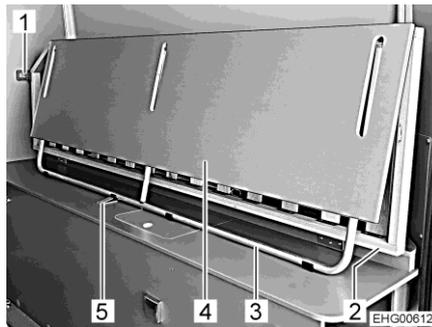

Fig. 45 Rete del letto, alzata (posizione di trasporto)
- Staccare la rete del letto (Fig. 45,2) con la sezione intermedia (Fig. 45,4) dal supporto telaio (Fig. 45,5 e Fig. 46,1) e dal supporto a parete (Fig. 45,1 e Fig. 47,1) e ribaltarla.
- Ribaltare verso il basso i telai (Fig. 45,3 e Fig. 48,1).
- Posizionare la sezione intermedia (Fig. 45,4 e Fig. 48,2) sul lato opposto sopra la base.
- Ribaltare verso l'alto la rete del letto (Fig. 45,2) con la sezione intermedia (Fig. 45,4 e Fig. 48,2) e il telaio (Fig. 45,3 e Fig. 48,1).
- Bloccare la rete del letto con il supporto a parete (Fig. 45,1 e Fig. 47,1).
- Bloccare con il supporto telaio (Fig. 45,5 e Fig. 46,1).